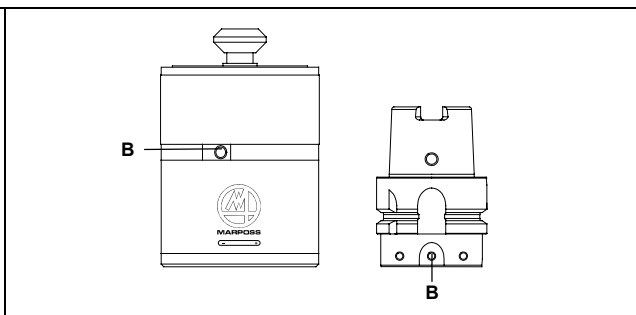

Figura 16-2
In gruppo supporto aria di pulizia (A) va fissato sui rispettivi fori (B) presenti sul trasmettitore e sul cono (Figura 16-2). La pressione dell'aria fornita dev'essere ≤ 6 bar (88.175psi).